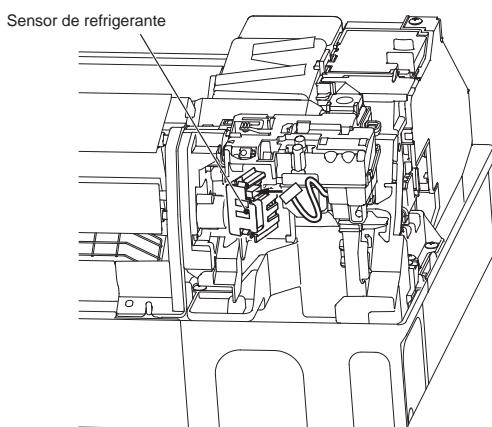

Fig. 2
- 3) Conecte el cable conductor al sensor de refrigerante. (Fig. 2)